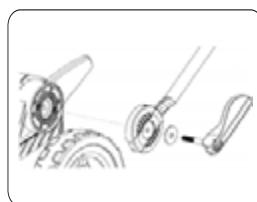

Рис. 11
2. Вставьте быстры зажим в плоскую шайбу. Закрутите, затеем заблокируйте быстрый за-жим, повернув его на 90°, как указано на фото (Рис. 11).